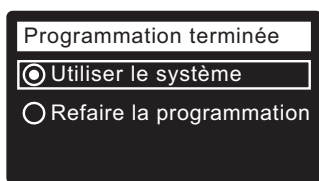

FIG. 29
22. Appuyez sur le sélecteur (O). L'afficheur indiquera « Programmation terminée » (Cf. Figure 29).
23. À ce stade, si vous souhaitez modifier des réglages, appuyez sur le bouton BAS (▼) pour passer à **Refaire la programmation**, puis deux fois sur le sélecteur (O) pour revenir aux assistants.
24. Si vous ne souhaitez faire aucune modification, regardez s'il y a un point dans le cercle **Utiliser le système** (cf. Figure 29), puis appuyez sur le sélecteur (O). Le fonctionnement normal de l'appareil commence, tel qu'expliqué à la page 14.